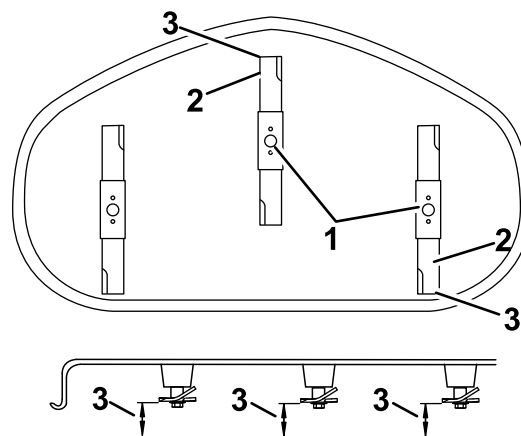

Figure 70
5. Mesurez la distance entre la pointe de la lame avant et la pointe de la lame arrière par rapport à la surface plane (Figure 69 ou Figure 70).